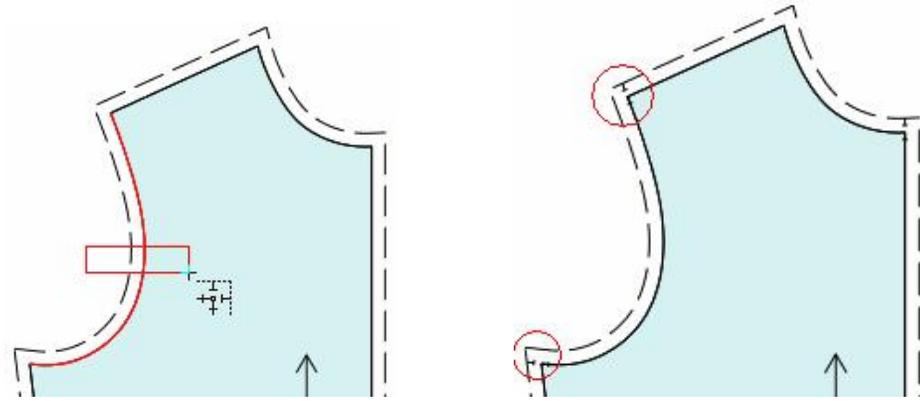
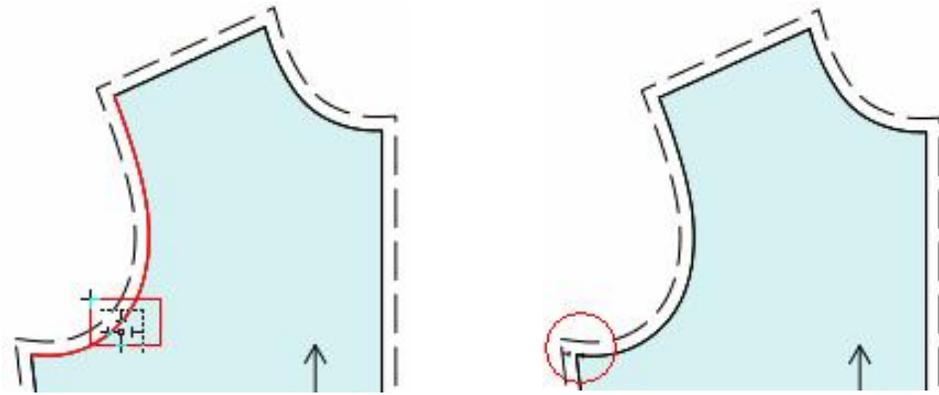

图 39.8 框选线的中部
图 39.9 框选线的一端
(3) 框选或单击线的“中部”（如图 39.8），在线的两端自动添加剪口，如果框选或单击线的一端（如图 39.9），在线的一端添加剪口。